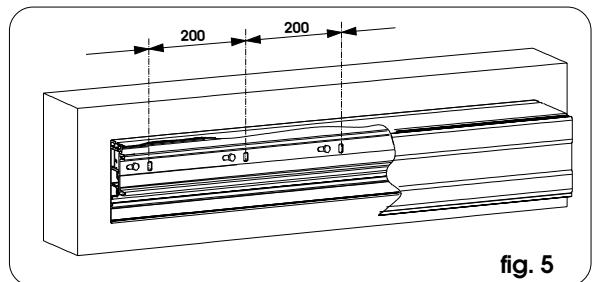

fig. 5
• Fije el travesaño ensamblado (utilizando tornillos M8 con sus correspondientes tacos) inicialmente en coincidencia con las ranuras verticales de los extremos y nivele hasta que quede paralelo al pavimento. Efectúe una fijación central levantando con fuerza el travesaño para alinear los tres puntos de fijación. Proceda con las restantes fijaciones cada 20 cm. en las ranuras verticales, como se muestra en la fig. 5.